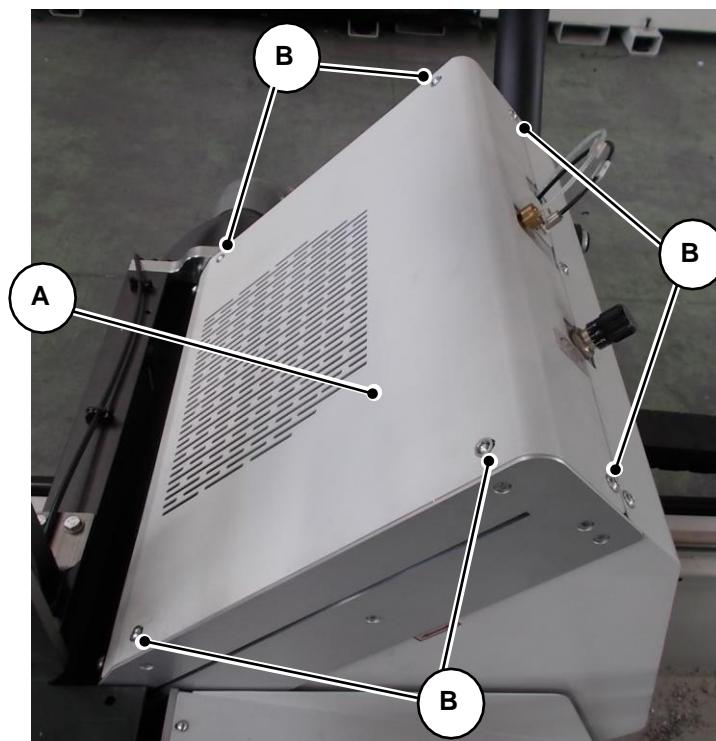

Fig. 09-08
- Extrair o invólucro da lâmina "A", desapertando os respectivos parafusos de fixação "B" (Fig. 09-08).
Por fim, fixar o invólucro de segurança "A" apertando os 3 parafusos "B" (Fig. 09-08).